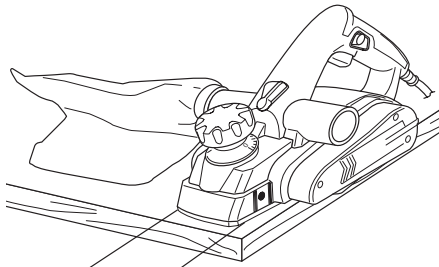
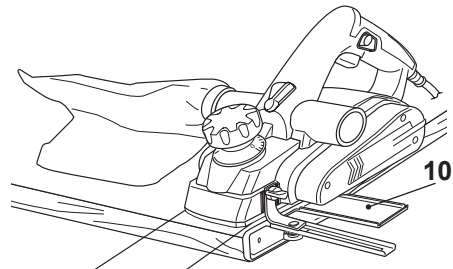

Fig. 12
Fig. 13
- > Ajuste a la profundidad de corte deseada. Es mejor utilizar pequeñas profundidades de corte y repetir el proceso de cepillado (Fig. 12).
- > Coloque la guía paralela (10) en el producto, si es necesario, tal y como se ha descrito anteriormente y ajuste al ancho deseado.
- > Coloque el producto paralelo a la pieza de trabajo y guíelo a lo largo del borde (Fig. 13).